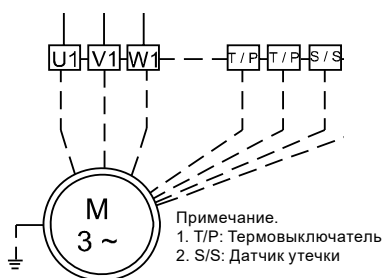

Рис. 10 Схема электрических подключений, прямой пуск
- 3 Следите за направлением действия крутящего момента (за направлением рывка) насоса. Если насос подключен правильно, рабочее колесо будет вращаться по часовой стрелке, т.е. рывок самого насоса будет против часовой стрелки. См. рис. 10.